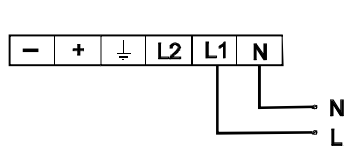
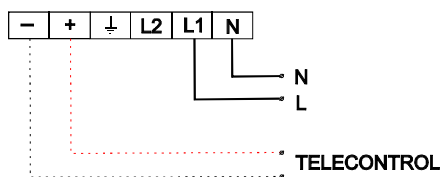
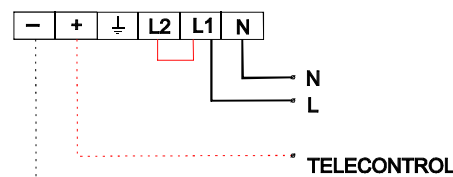

Рис.1
Рис.2
Рис.3
- 3.3 Присоедините сетевые провода (сечением 1,0 -1,5 мм²) к клеммной колодке: L1 - постоянная фаза, N - нейтраль, находящейся на установочной панели для модели BS-1470-3x1 LED и BS-1470-2x1 LED см.рис.1, для модели BS-8473-1x8 см.рис.2, для моделей BS-7471-1x8, BS-7471-2x1LED и BS-7471-3x1LED см. рис.3.